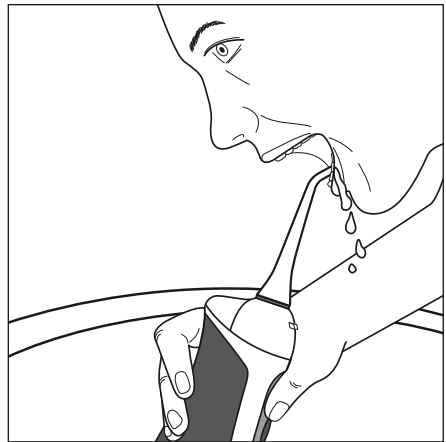

Fig. 1
- 4) Introduisez l'embout **2** dans la bouche pour éviter les projections d'eau. Penchez-vous au-dessus du lavabo et maintenez le corps de l'hydropropulseur **5** le plus verticalement possible (voir fig. 1). Le buse **1** de l'embout **2** est dirigé vers les dents/espaces interdentaires.